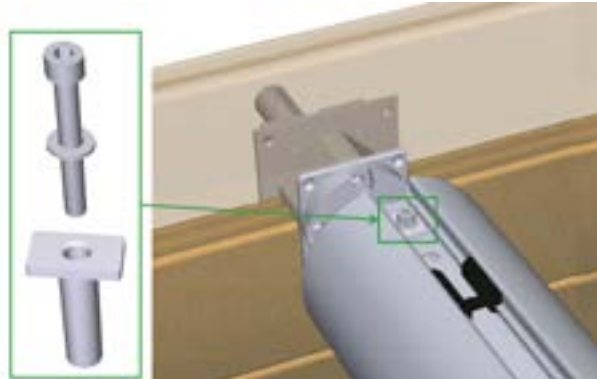

Figure 42 – Verrouillage de l'arbre dans l'axe de couverture automatique
Verrouillez l'arbre dans l'axe (*Figure 42*) à l'aide d'une canule en plastique, d'une rondelle de 8 mm de diamètre et d'une vis à tête cylindrique à 6 pans 8 × 65 en inox A4 (fournies avec l'axe de couverture automatique).
Les étapes de montage de la poutre sont illustrées à la *Figure 42*. La visserie nécessaire à ce montage se trouve dans le sachet Y. Sur cette figure, la paroi de bois est située entre les pièces 7 et 8, et le liner est situé entre les deux joints (7) en caoutchouc.